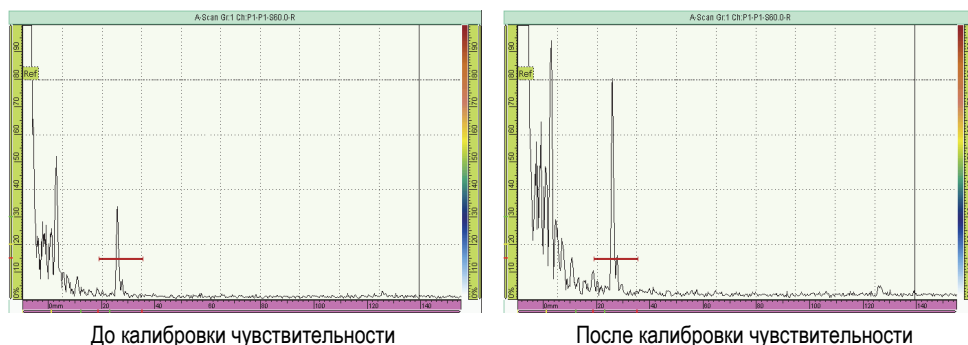

Рис. 5-13 Сигнал от опорного отражателя
3. Нажмите **Настройки УЗ > Расшир. > Опорн. ампл.** и введите значение опорной амплитуды (в примере на Рис. 5-13 на стр. 132 это 80 %).
4. Выберите **Задать XX.X%**, чтобы произвести калибровку чувствительности. На Рис. 5-13 на стр. 132 показан сигнал от опорного отражателя до и после нажатия команды **Задать XX.X%**.